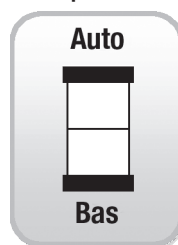
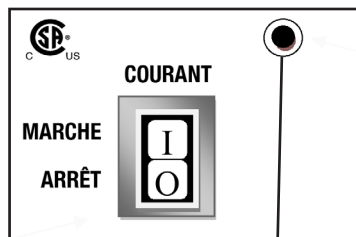

Figure 5
Figure 7
2. Pour installer l'interrupteur de mode (Figure 5), brancher un pôle de l'interrupteur au fil Auto/Low (Auto/Bas) et l'autre au pôle de la mise à la terre.
Le plus petit panneau situé à gauche de l'unité (voir Figure 7) comporte :
Pour commencer à utiliser le chauffe-eau, placer l'interrupteur à « ON » (Marche) (Figure 7), placer l'interrupteur de mode à AUTO (Figure 5) ET ouvrir le robinet d'EAU CHAUDE désiré. L'unité s'allumera automatiquement et commencera à chauffer l'eau. NE PAS UTILISER LE ROBINET D'EAU FROIDE POUR AJUSTER LA TEMPÉRATURE.